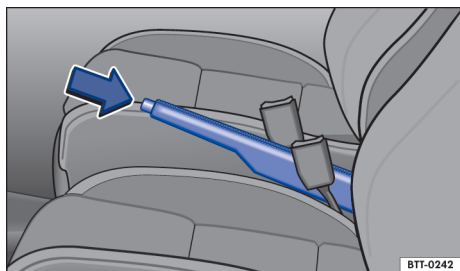

Fig. 106 Entre los asientos delanteros: palanca del freno de estacionamiento.
- Tirar de la palanca del freno de mano hacia arriba con la tecla de bloqueo presionada → **fig. 106** (flecha).
- Tirar de la palanca del freno de mano un poco hacia arriba y presionar la tecla de bloqueo → **fig. 106** (flecha).